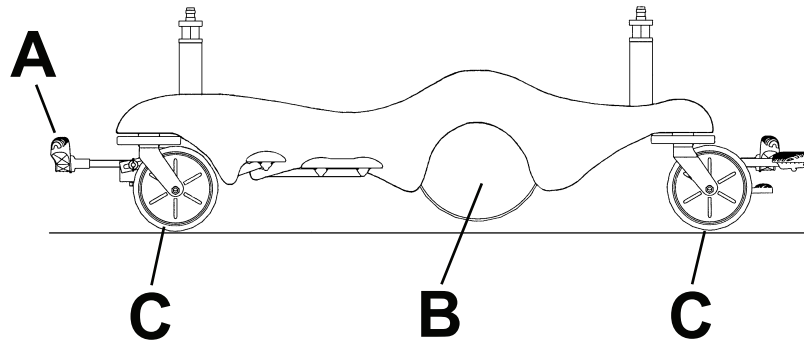

Figura 9 – Transporte de un paciente sin Big Wheel
1. Ponga el pedal de freno/dirección (A) en la posición neutra (Figura 9).
- Con el producto en posición neutra, **Big Wheel** (B) está elevada y el producto descansa sobre las cuatro ruedas giratorias (C) (Figura 9). En esta posición, puede mover el producto en cualquier dirección, también lateralmente.